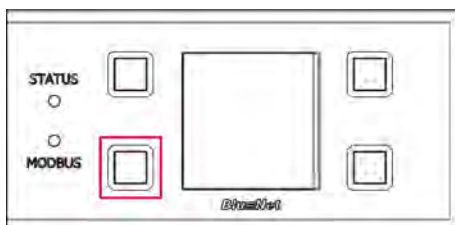

Fig. 80: Pantalla con botones de mando
2. ➤ Pulse durante dos segundos el botón situado junto al LED de Modbus y vuelva a soltarlo (Fig. 80/marcado en rojo).